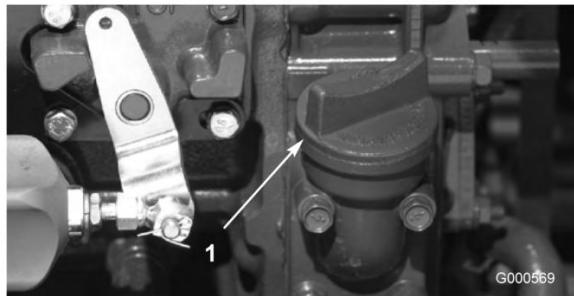

図 14
4. 不足している場合は、キャップ（図 14）を取り、Full 位置までオイルを補給する。入れすぎないこと。